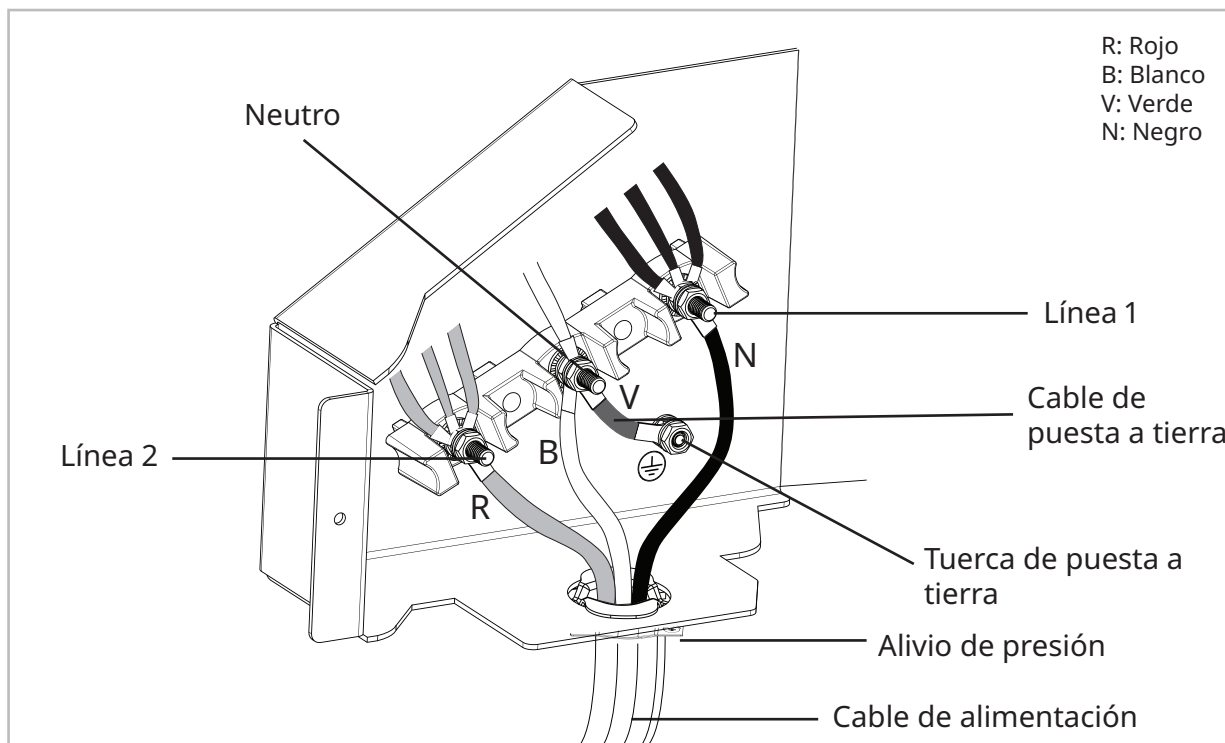

Figura 7 – Conexión de tres cables
4.Consulte la Figura 7 para la conexión de la línea de alimentación de 3 cables y la Figura 8 para la conexión de 4 cables.